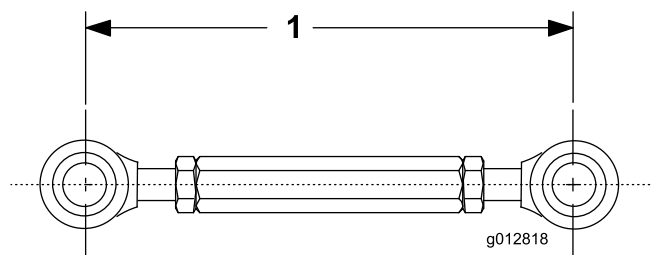

図 4
- ねじ山付きリンクの長さを190mmにセットしてジャムナットを締めつける 図4。